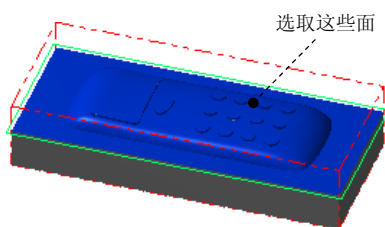
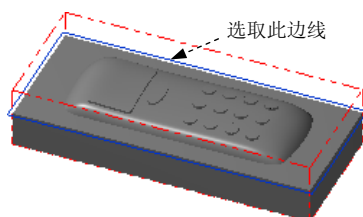

图 24.12 选取加工面
图 24.13 选取边界线
Step2. 选取加工面。在图形区中选取图 24.12 所示的曲面，然后按 Enter 键，系统弹出“刀具路径的曲面选取”对话框。然后单击 **边界范围** 区域中的  按钮，选取图 24.13 所示的边线为边界。单击  按钮，然后单击“刀具路径的曲面选取”对话框中的  按钮，系统弹出“曲面精加工平行铣削”对话框。